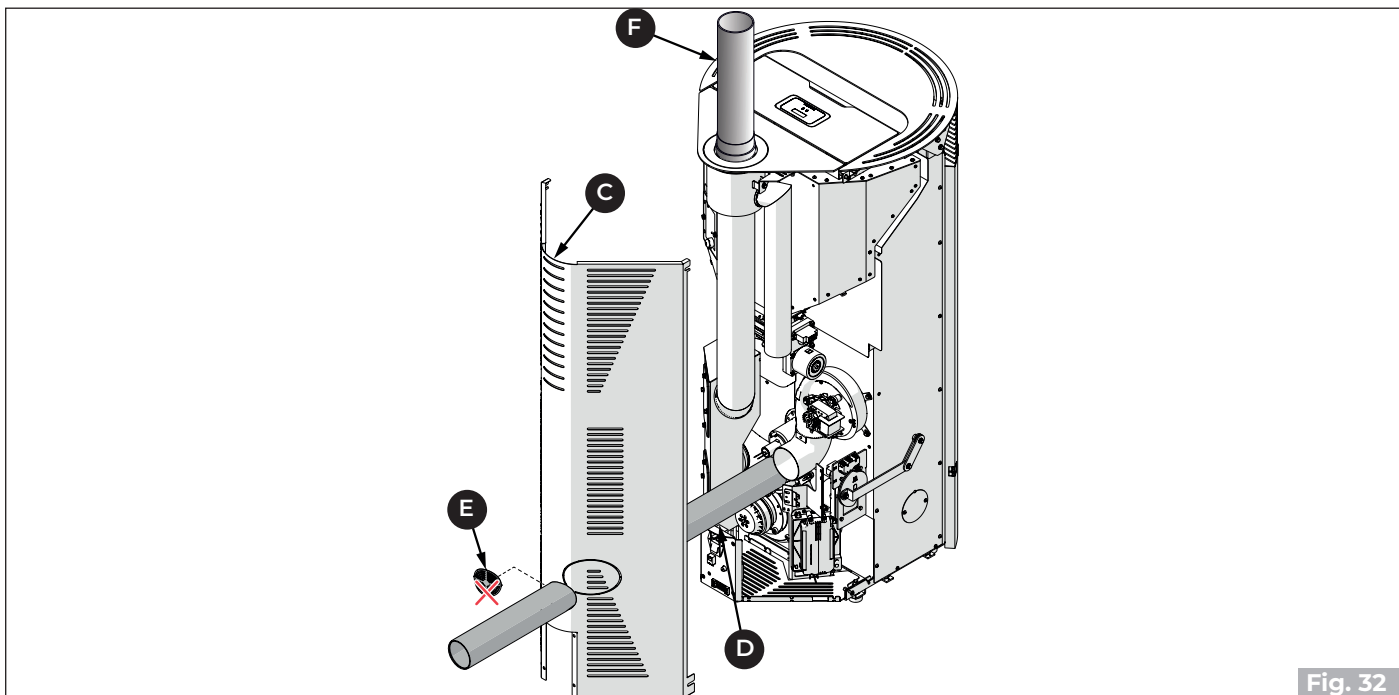

Fig. 32
- Retirer la tôle pré-coupée (E) sur le panneau arrière (C) et faire passer le tuyau flexible (D) pour le raccorder à une prise d'air externe.
- Remonter le panneau arrière (C) et les panneaux latéraux, en procédant comme décrit dans le livret du produit
- Raccorder le tube d'évacuation de la fumée (F) («Fig. 32»).